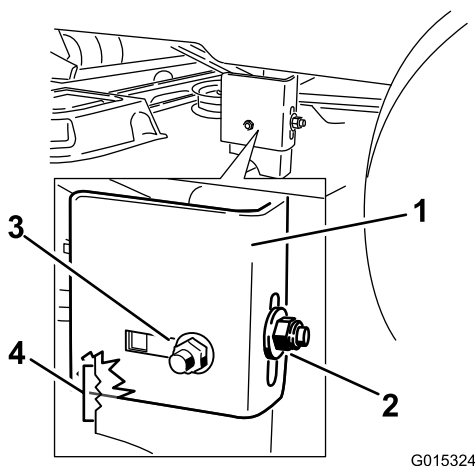

Figura 63
9. Afloje la tuerca de bloqueo trasera de la pletina de suspensión (Figura 63).
10. Afloje la tuerca de bloqueo lateral de la pletina de suspensión lo suficiente para permitir ajustar la barra (Figura 63).
13. Cuando la carcasa esté en la posición deseada, apriete la tuerca de bloqueo lateral de la barra de soporte para fijar la posición nueva (Figura 63).